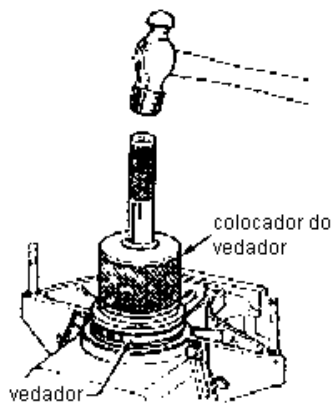

Figura 61: Colocador do vedador no alojamento.
- encaixar o colocador no expansor e golpeá-lo com um martelo, até encostá-lo no bloco do motor (Figura 61);